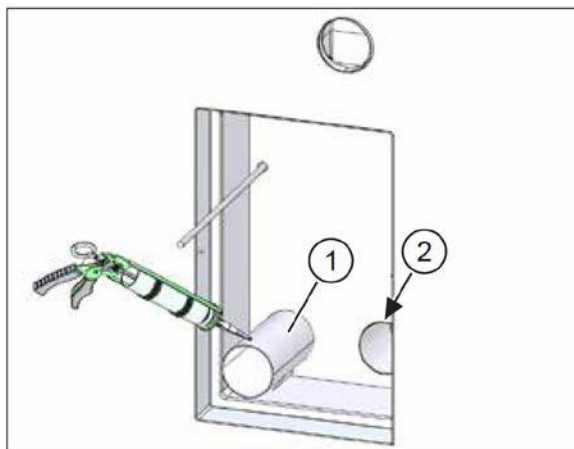

Рис. 40: вставить и закрепить вентиляционные трубы
- ▶ Нанесите нетвердеющий герметик на внешнее покрытие вентиляционных труб (поз. 1 на рис. 40).
- ▶ Обе вентиляционные трубы вращательными движениями вставьте в отверстия монтажного комплекта настолько, чтобы они были вровень с внутренней стороной монтажного комплекта (поз. 2 на рис. 40).